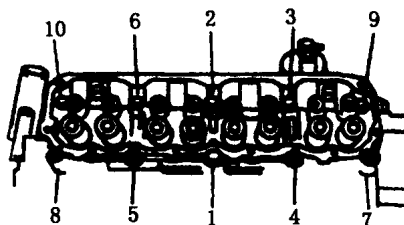

图 2-7 缸盖螺栓的拧紧顺序
气缸盖通过气缸垫用螺栓固定在缸体上，装配力矩为 115N·m (11.75kg·m)，紧固缸盖螺栓时，按图 2-7 所示的顺序紧固，这样从中间向两端依次拧紧，使气缸垫平直不翘曲。
④装上气缸盖后,先装上两个定位螺栓,若无定位螺栓时,可以用旧缸盖螺栓(最长的)改制,沿六角头的下面切掉螺栓的头,再在顶上加工出一道槽。如图 2-7 所示,在第 8 号位置上的双头螺纹上涂上螺纹密封胶(PST),装上所有的缸盖螺栓(除第 7、10),然后拆下第 7、10 定位螺栓,换上第 7、10 气缸盖螺栓,顺序分三次旋紧,第一次旋紧力矩为  $30\text{ N}\cdot\text{m}$ ,第二次旋紧力矩为  $61\text{ N}\cdot\text{m}$ ,第三次先用  $149\text{ N}\cdot\text{m}$  的力矩旋紧第 1~7 位的螺栓,用  $136\text{ N}\cdot\text{m}$  的力矩旋紧第 8 位的螺栓,再用  $149\text{ N}\cdot\text{m}$  的力矩旋紧第 9、10 位螺栓,在此之前不允许第 8 位螺栓的紧固力矩超过其他螺栓的紧固力矩。
⑤用机油润滑推杆球端,装入推杆,保证推杆底端位于液压挺柱座的中心,用机油润滑摇臂与枢轴的接触面,装在气缸盖上,保证摇臂与气门杆、推杆在一条直线上,装上摇臂过桥,为了避免摇臂过桥损坏,两个紧固螺栓要交替旋紧,每次各旋一周,最后旋紧力矩为  $26\text{ N}\cdot\text{m}$ 。
⑥在气门室罩和气缸盖的接合面清理干净后放上硫化衬垫,以  $5\text{ N}\cdot\text{m}$  的力矩旋紧气门室盖螺栓。
⑦将空调压缩机固定支架装在气缸盖和气缸体上,用  $40\text{ N}\cdot\text{m}$  的力矩旋紧固定螺栓。